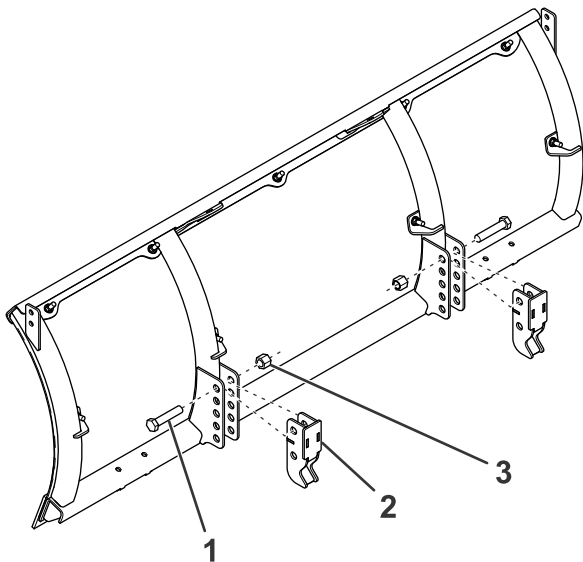

Figure 3
1. Fixez légèrement les 2 supports de montage au chasse-neige au moyen de 2 boulons ( $\frac{5}{8}$  po) et écrous (Figure 3).